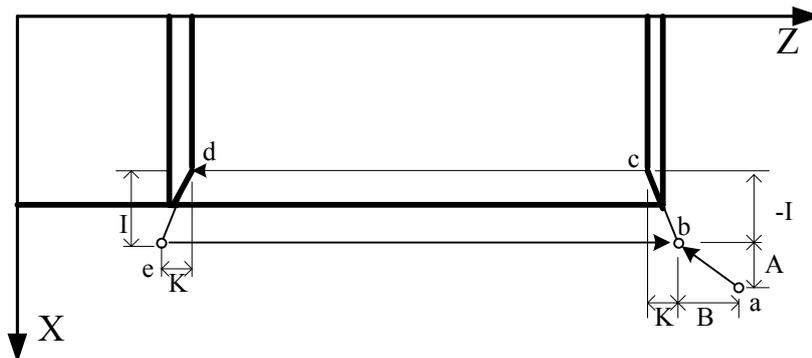

图3.58 运行轨迹
功能: 参见图3.58。运动轨迹从起点a开始; (1) 按A、B量进刀至b点; (2) 按I、K值确定的角度旋入到c点; (3) 按Z(W)值进行螺纹切削至d点; (4) 按I、K值退尾至e点; (5) Z向退刀至b点(也为下一循环的起点)。